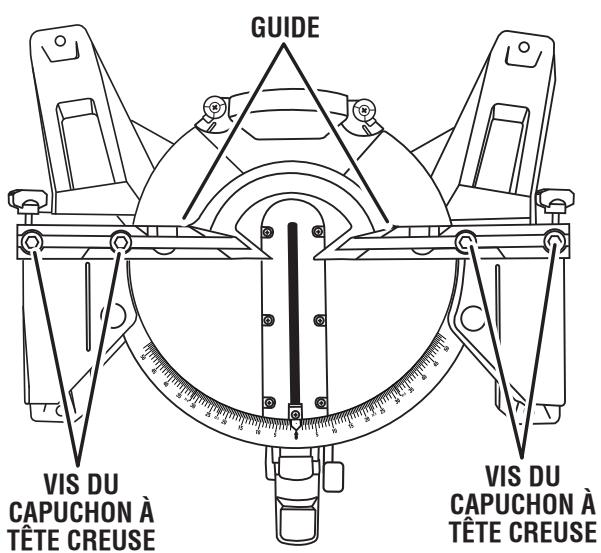

Fig. 19
- Avec la clé pour lame, desserrer les vis à tête creuses immobilisant le guide longitudinal à la table à onglets. *Voir la figure 19.*